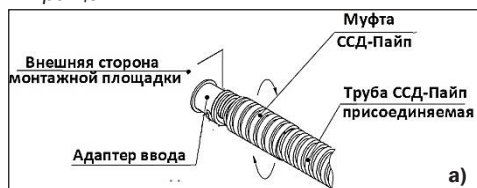

Рисунок 17 - Соединение трубы ССД-Пайп с адаптером ввода труб ССД-Пайп
9.3.1.9 Приставить/подвести трубу ССД-Пайп (с навинченной муфтой ССД Пайп) к адаптеру ввода труб ССД-Пайп, установленному в монтируемом вводе колодца (рисунок 17а).
адаптер ввода труб ССД-Пайп до упора (рисунок 17б).